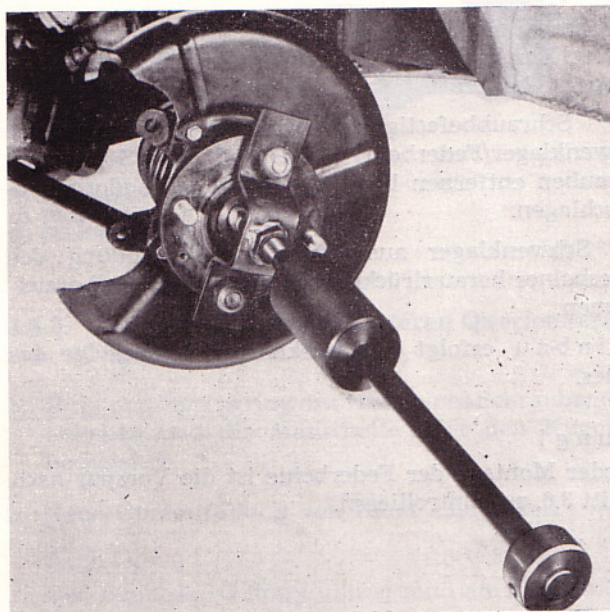

Bild F 11. Radmitnehmer mit dem Spezialwerkzeug „Konterschlaggerät“ herausziehen
6. Bundmutter abschrauben und den Radmitnehmer nach vorn (entsprechend Bild F 11) herausziehen. Der Profilzapfen der Gelenkwelle dient dabei als Führung.